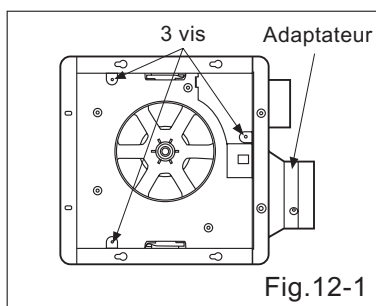

Fig.12-1
- Desserrez les 3 vis (sans les retirer du souffleur). (voir Fig.12-1)